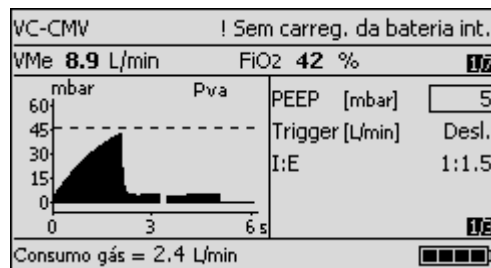

Figura 1
- i. Uma falha na anterior na bateria, indicado pelo alarme "Sem carreg. da bateria int.", durante a utilização conectado à alimentação elétrica, figura 1: